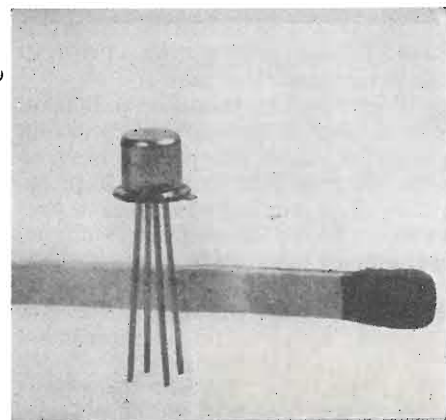

Fig. 1 - Il nuovo transistoro Mesa subminiaturizzato.
- 9) Dimensioni subminiaturizzate, come si può vedere dalla fotografia di fig. 1.
Per i transistori che devono lavorare ad alta frequenza la microminiaturizzazione è un requisito fondamentale. Si può dire che la curva di risposta di un transistor è tanto più buona quanto minori sono le sue dimensioni. Il transistor mostrato in fig. 1 è uno dei più piccoli che vengono attualmente prodotti su scala industriale, e perciò si può senz'altro affermare che i vari transistori che sono stati progettati sulla base di quello di fig. 1, hanno di per sé stessi prestazioni nei confronti della frequenza migliori degli altri tipi di transistori basati su altri criteri.